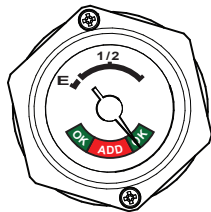

Figura 15. Indicador de combustible del tanque de propano
- Lea el indicador de propano (Figura 15) ubicado en la parte de arriba del tanque de propano.